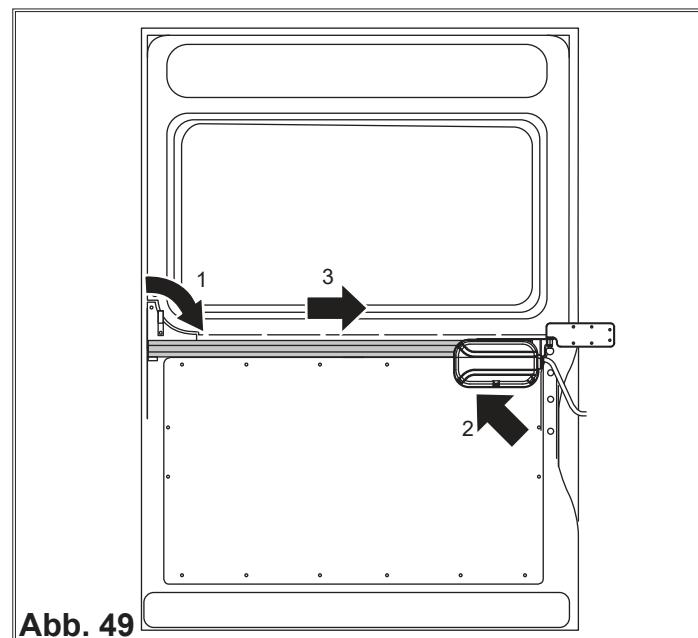

Abb. 49
1. Den Türgriff drehen und festhalten, (Abb. 49).
2. Den Antrieb schräg links nach aussen drücken, (Abb. 49).
3. Die Tür mit dem Türgriff nach rechts öffnen, (Abb. 49).